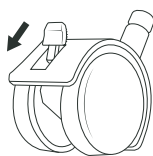

Fig. 2
- ◆ Una volta posizionato l'apparecchio, bloccare le leve delle rotelle con leva di blocco **9** premendole verso il basso per evitare che possa rotolare via (vedi Fig. 2).